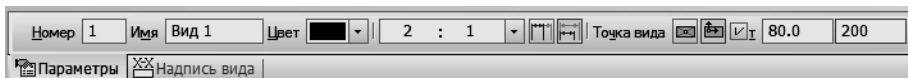

Рис. 64
2. Сформировать *Вид 1* (масштаб — 2:1, точка вида 80, 200) (рис. 64).
5. На *Виде 2* вычертить окружность с осями диаметром 80 мм и координатами центра 0,0 (рис. 64). Проставить размер окружности $\varnothing 80$.